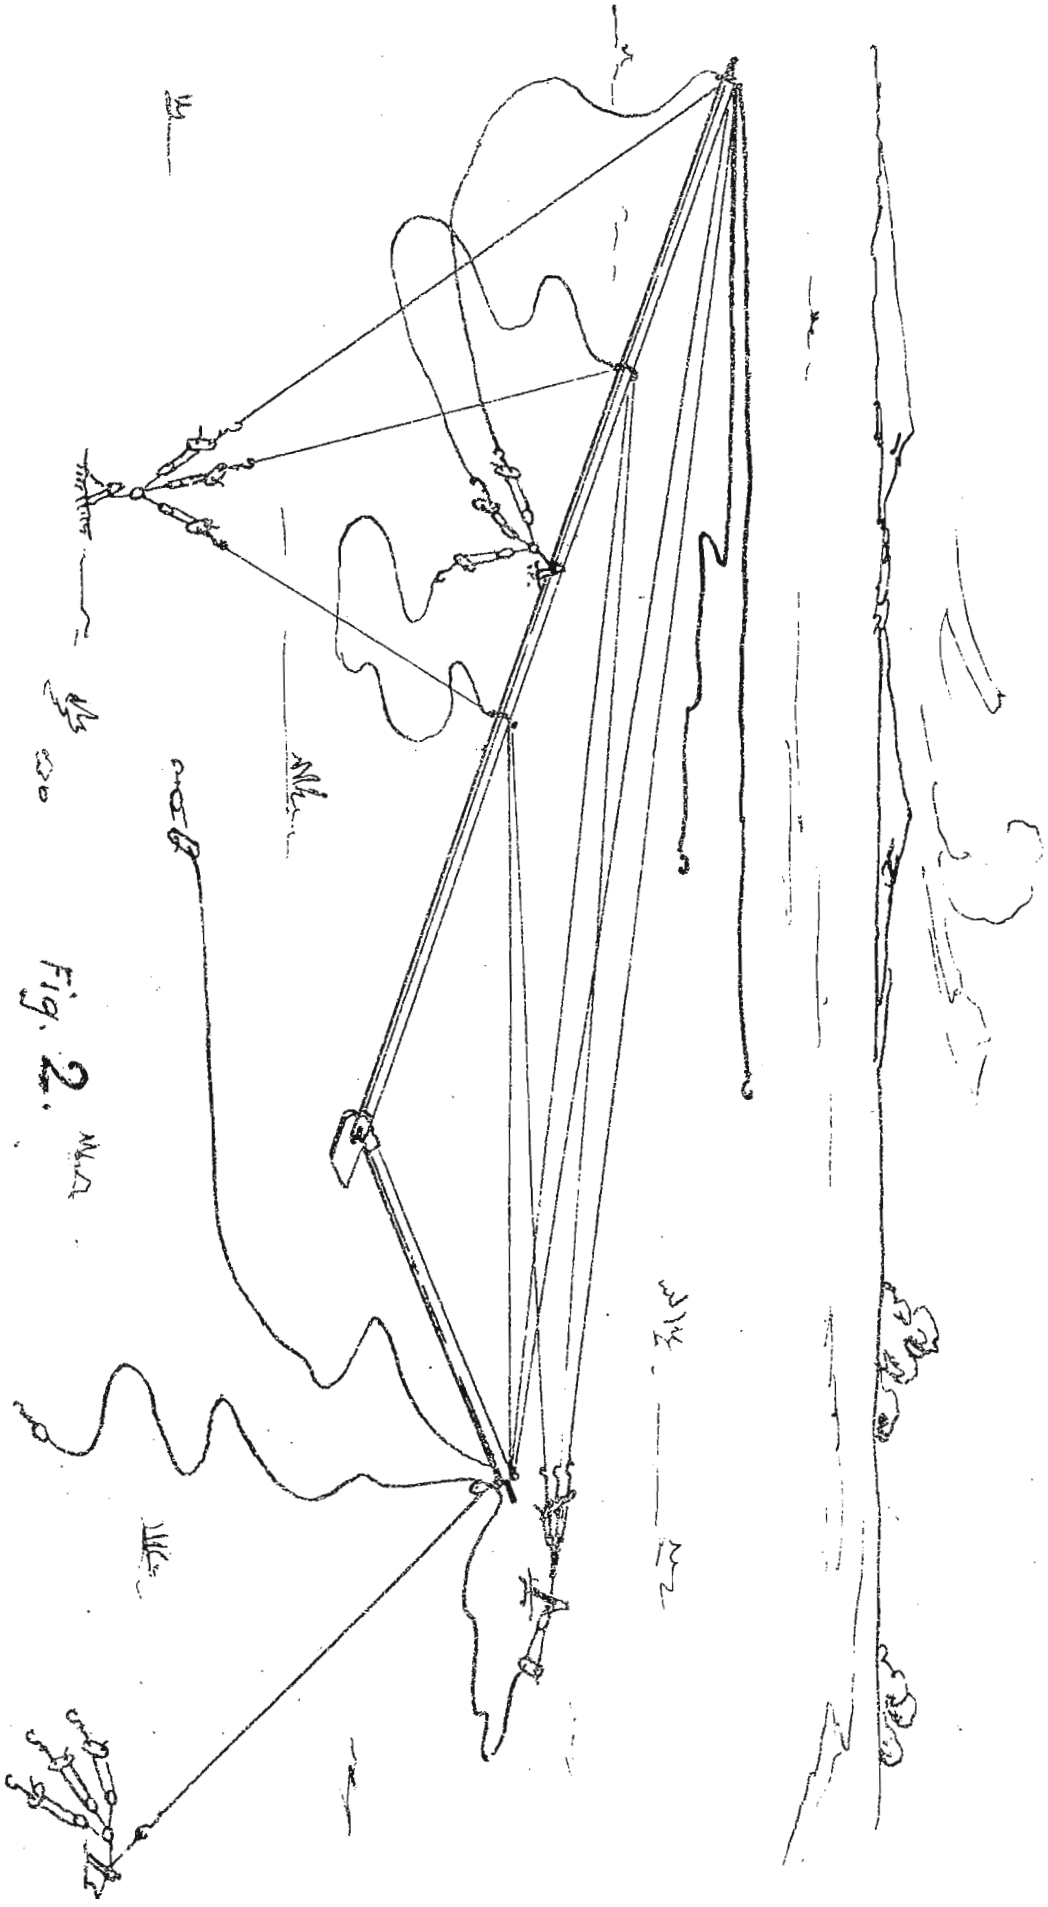

Fig. 2.
6. - Le stazioni di maggiore potenza hanno gli alberi formati da elementi metallici ad innesto, (talvolta anche da elementi di legno, con estremità a maschio e femmina, rivestite in tubo d'acciaio), che vengono sollevati mediante un'asta di manovra, formata da elementi d'albero. Per la manovra occorre una squadra di cinque uomini, di cui uno caposquadra e gli altri numerati dall'uno al quattro. L'albero viene formato disteso completamente a terra e munito dell'asta di manovra disposta ad angolo retto; la scarpa dell'albero, con la estremità a forchetta, è investita sulla crociera del picchetto di base, intorno alla quale può ruotare, e porta infilata la scarpa dell'asta di manovra (fig. 2).